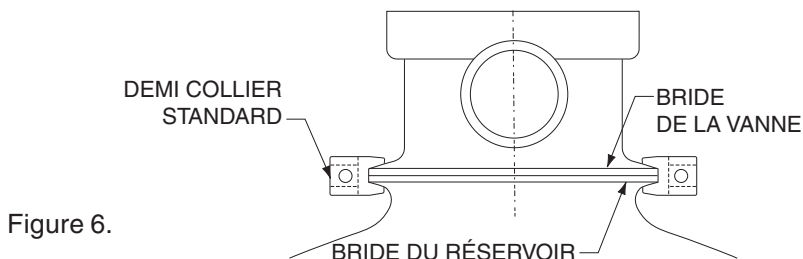
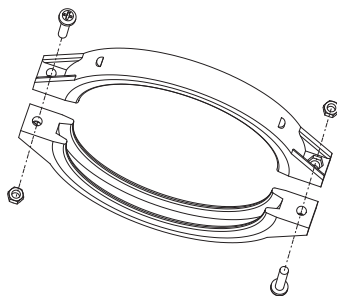

Figure 6.
Figure 7.
7. Assurez-vous que la vanne est fermement enfoncée dans le couvercle et que la bride du réservoir et la bride de la vanne se touchent. Reportez-vous à la figure 6.
8. Le collier en plastique peut maintenant être posé. Placez le demi-collier sur la bride de vanne et sur la bride du réservoir comme indiqué à la figure 6. Insérez les vis et écrous dans le demi-collier en vous assurant que les écrous soient situés dans l'emplacement de retenue hexagonal sur les colliers. Reportez-vous à la figure 7.